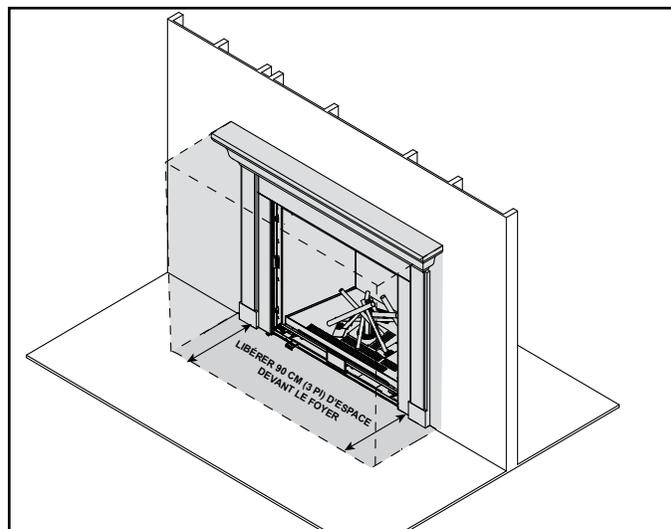

Figure 3.1 Exigences d'espace libre - Tous les modèles
**AVERTISSEMENT! NE PAS placer d'objets combustibles devant le poêle ou de manière à recouvrir les ailettes. Des températures élevées peuvent allumer un incendie. Voir la figure 3.1.**